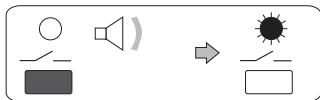

Fig. 3
- Maintenir la pression sur la **touche** "↘" jusqu'à entendre une légère tonalité, et relâcher : la commande est activée et la **LED** correspondante est allumée fixe (fig. 3).